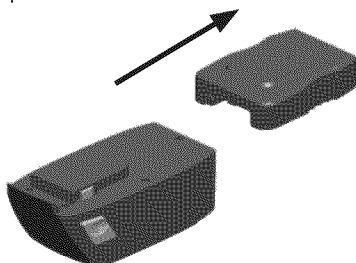

Figure 3 - Retirez le chargeur
4. Débranchez le chargeur. Retirez la pile en la faisant glisser (voir la figure 3).